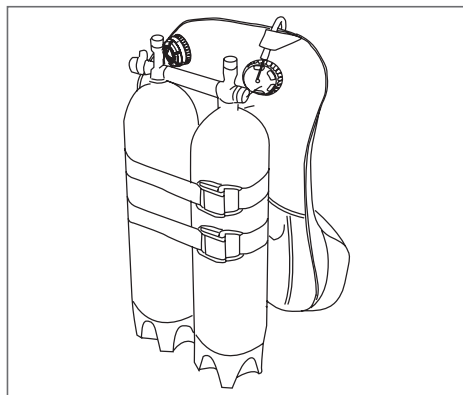

Fig. 17 Kit bibotella ensamblado
**Si se utiliza el chaleco hidrostático con un grupo bibotella es necesario aplicar el kit suplementario S103006. Ver Fig. 17.**